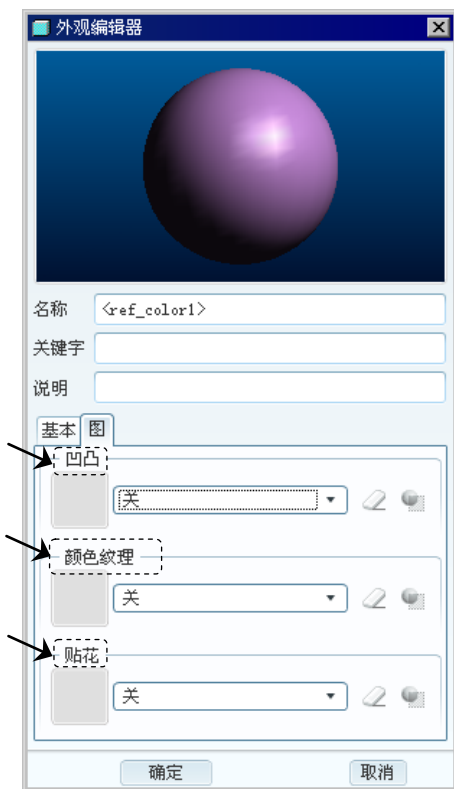

图 7.8.5 “图”选项卡
(4) 外观的映射设置。在图 7.8.5 所示的“外观编辑器”对话框中，打开 图 选项卡，可以设置外观的凸缘、颜色纹理和贴花属性。